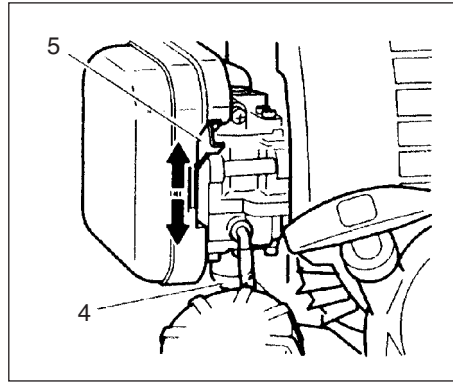

Fig. 2-3
(Fig. 2-3)
2. Bei gedrücktem Sicherheitshebel (2) den Gashebel anziehen und dann den Sperrknopf (3) (Falls vorhanden) drücken. Danach langsam zuerst den Gashebel, dann den Sicherheitshebel loslassen. Dadurch wird die Drosselklappe in Startposition eingestellt. (Halbgas)
3. Den Choke in Schließstellung CLOSED schieben (5). (Fig. 2-3)